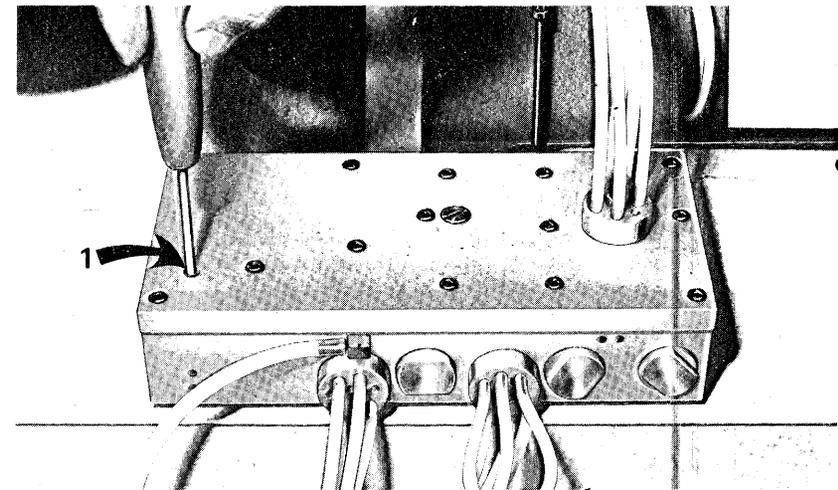

Fig. 28
- Svitare, ruotando di un quarto di giro, la vite di regolazione 1 fig. 28 che regola la pressione dell'aria che arriva all'emettitore e, dopo aver eseguito un tratto di cucitura, premere indietro la pedalina per avere il taglio dei fili. Se questo non avvenisse, svitare ulteriormente (sempre di un quarto di giro) la vite di regolazione e procedere di volta in volta alla verifica del ciclo di taglio sino ad ottenerlo.
- Regolare la vite 1 fig. 28 in modo da inviare all'emettitore aria a pressione non superiore a quella richiesta onde evitare di danneggiare la valvola di consenso posta nella centralina. Questa regolazione si effettua avvitando gradualmente di un quarto di giro la vite 1 e verificando ogni volta il ciclo di taglio sino a che questo non avvenga.